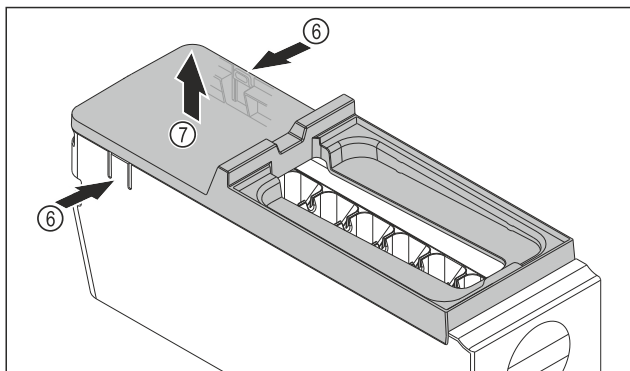

Fig. 86
- ▶ Vyjmutí krytu korpusu EasyTwist-Ice: Lamely Fig. 86 (6) na obou stranách korpusu EasyTwist-Ice stlačte jednou rukou.
- ▶ Kryt Fig. 86 (7) vyjměte druhou rukou nahoru.